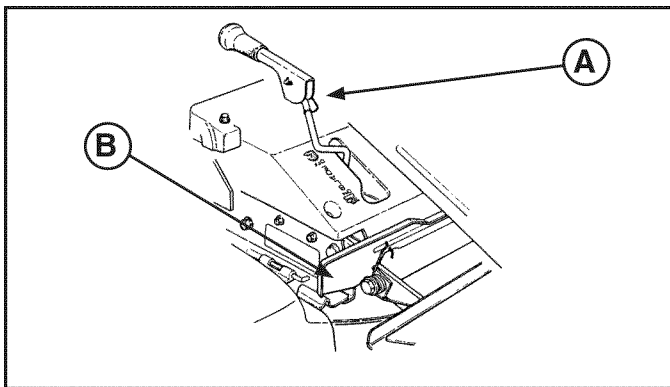

FIGURA 7
1. Para enganchar la cuchilla, mueva la palanca de la cuchilla (**A**, Figura 7) a la posición de ENCENDIDO, luego presione el pedal de la cuchilla (**B**) para mantener la palanca de la cuchilla en la posición de ENCENDIDO.